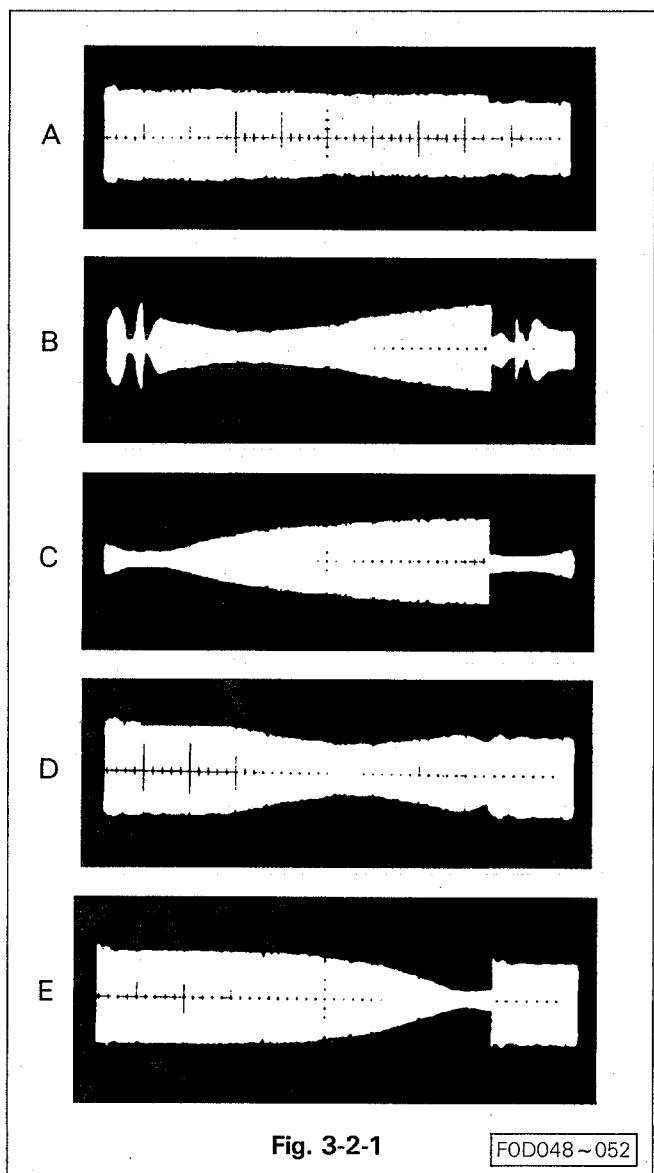

Fig. 3-2-1
3-2-1 REGLAGE DU GALET GUIDE BANDE (Voir Fig. 3-2-1)
- C. Vérifier que l'enveloppe FM est plate (linéaire). (Voir Fig. 3-2-1-A)
- D. Effectuer le réglage du guide-bande débiteur suivant le § 3-2-2 si l'enveloppe du signal FM est comme B ou C de la Fig. 3-2-1. Se référer au réglage du guide bande récepteur du § 3-2-3 si l'enveloppe du signal FM se présente comme en D ou E de la Fig. 3-2-1.
3-2-2 REGLAGE DE LA HAUTEUR DU GALET GUIDE BANDE DEBITEUR (Voir Fig. 3-2-1)
- B. Dans la plupart des cas, le galet guide débiteur est réglé bas lorsque la forme de l'enveloppe FM se rapproche de la figure B, et il est réglé trop haut si elle se rapproche de la figure C. Régler la hauteur du galet guide en tournant la vis de réglage de façon à ce que la forme du signal obtenu se rapproche du schéma A Fig. 3-2-1.
3-2-3 REGLAGE DE LA HAUTEUR DU GALET GUIDE RECEPTEUR (Voir Fig. 3-2-1)